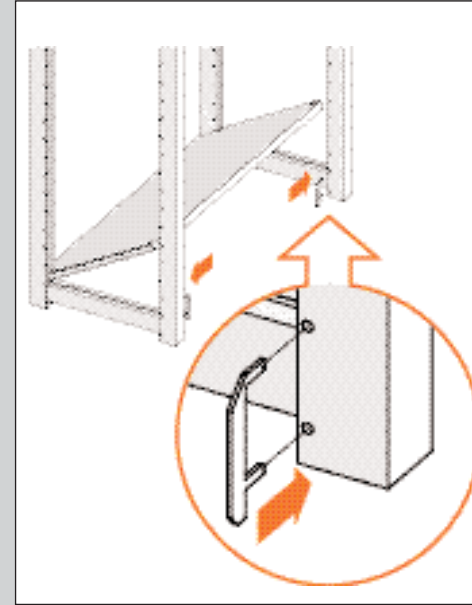

ABBILDUNG 46
3. Setzen Sie zwei Leistenhalterungen vom Typ A in die unteren beiden Löcher des Ständers ein (siehe Abb. 46).